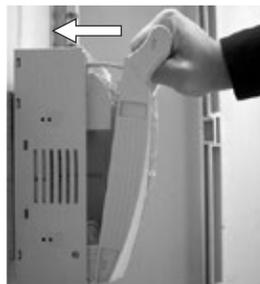

Figura 2
- Levar a cabo e feche a tampa até resistência firme (Figura 2);